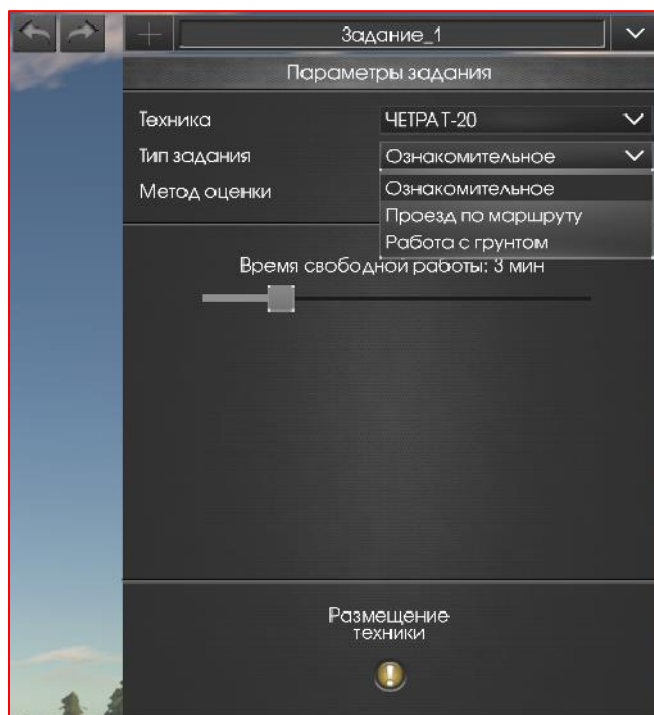

Рисунок 3.32 – Окно «Параметры задания»
Откроется окно «*Параметры задания*» (рисунок 3.32).
3) Указать параметры задания (рисунок 3.32).